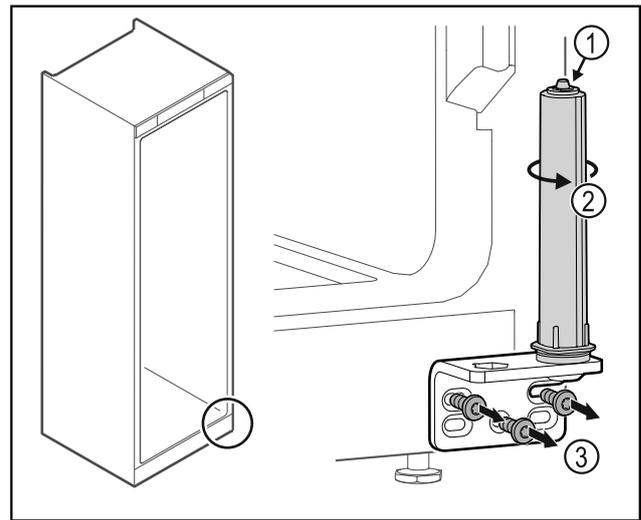

Fig. 34
- No desensamblar el sistema de cierre de la puerta Fig. 34 (1).
- Girar el sistema de cierre Fig. 34 (2) hasta que haga clic.
- Desatornillar la escuadra de bisagra Fig. 34 (3).